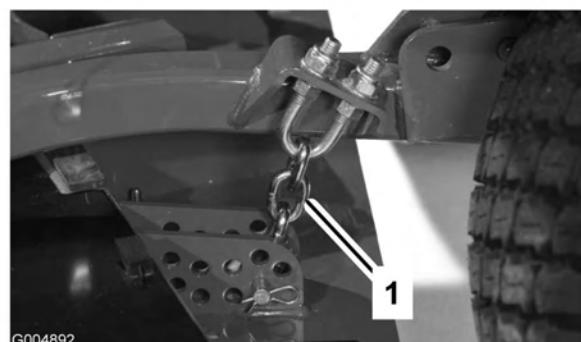

Figura 80
3. Togliete la coppiglia e il perno con testa che fissano le catene dell'altezza di taglio sul retro dell'apparato di taglio (Figura 80).